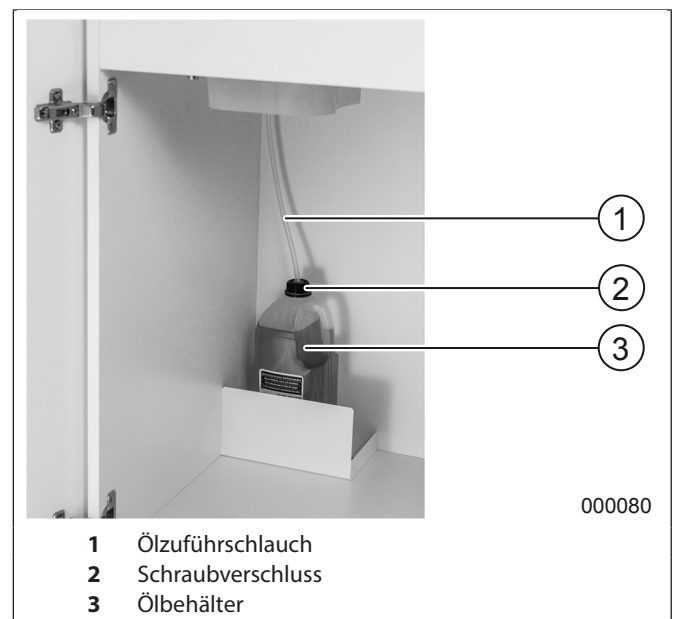

Abb. 6 Ölbehälter
Blinkt die Kontroll-Anzeige  (Abb. 3/8), ist der Ölbehälter (Abb. 6/3) leer und muss durch einen vollen Behälter ersetzt werden. Der Motor schaltet ab.
2. Ölbehälter (Abb. 6/3) wechseln. Dazu den Schraubverschluss (Abb. 6/2) aufdrehen.